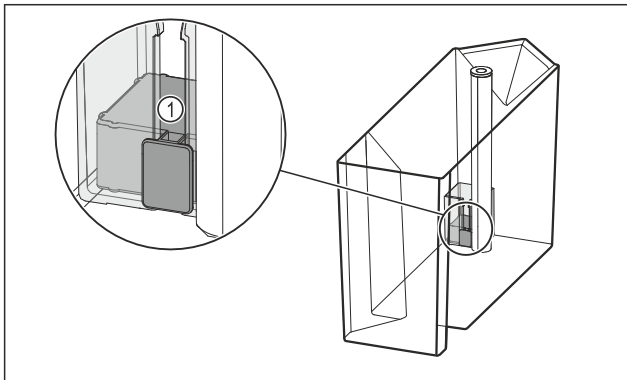

Fig. 98
- ▶ Перевірити, чи не заклинило поплавця Fig. 98 (1).